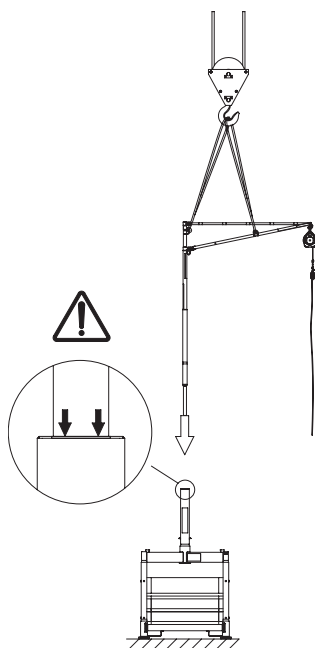

Figura 30. Posizionamento dell'unità SkyReach nella colonna superiore 4.7. Prestare attenzione alla gru e ai movimenti di quest'ultima per evitare lesioni.
11. Utilizzare una gru per sollevare lo SkyReach Anchor assemblato e abbassarlo nella colonna superiore 4.7/nell'adattatore SkyReach 5.9, vedere Figura 30. Utilizzare un gancio Reach per guidare SkyReach in posizione, se necessario. Accertarsi che SkyReach sia inserito per la lunghezza corretta controllando l'etichetta di contrassegno di inserimento. Il bordo superiore del tubo della colonna/dell'adattatore deve essere allineato col bordo inferiore dell'etichetta, vedere Figura 30.